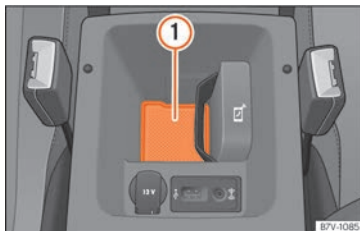

Abb. 229 Ablage in der vorderen Mittelarmlehne zur Anbindung des Mobiltelefons an die Außenantenne des Fahrzeugs.
Für die Anbindung an die Außenantenne des Fahrzeugs muss das Mobiltelefon auf der Ablagefläche » **Abb. 229** ① positioniert werden.